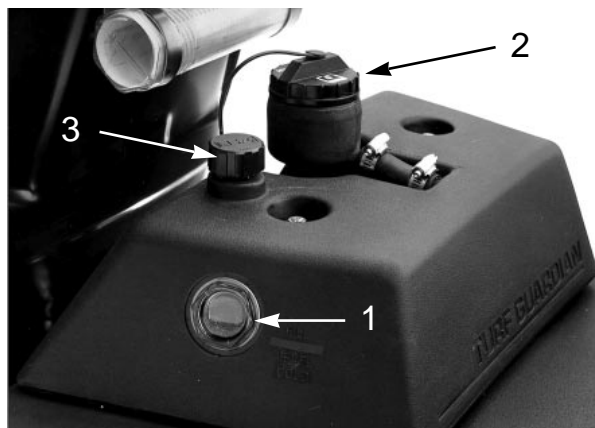

図 17
1. 平らな場所に駐車する。エンジンオイルとも冷えていることを確認する。補助オイルタンクについているゲージ窓 (図17) で点検を行う。ゲージ横のFULLマークまであれば適正である。